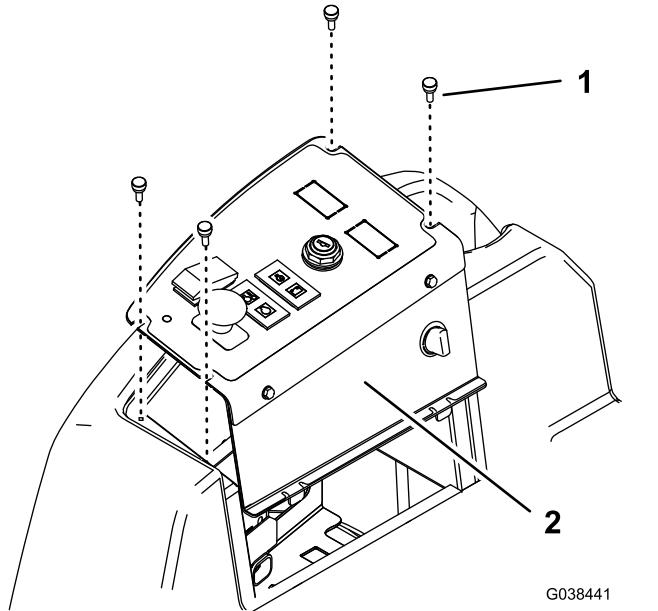

図 10
1. グランドマスター 3280 と 3320 では、コントロールを固定しているつまみねじ4本を外してコントロールパネルを外して取り付け作業を行います図 10。
3. グランドマスター 3280 と 3320 では、先に取り外したボルト・ナットで座席取り付けプレートを固定し、つまみねじでコントロールパネルを元通りに取り付ける図 10。